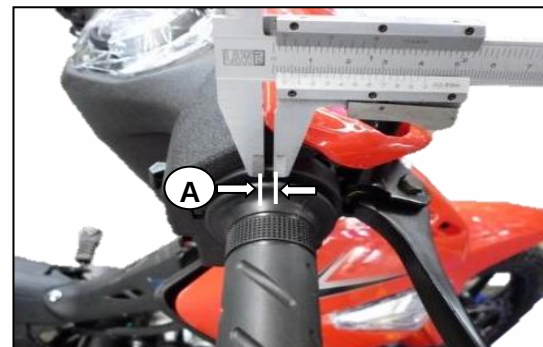

Fig. 8.48
- Para asegurar un correcto funcionamiento del acelerador, la medida del juego libre debe estar comprendida entre los 2 y los 3 mm. **Fig. 8.48**